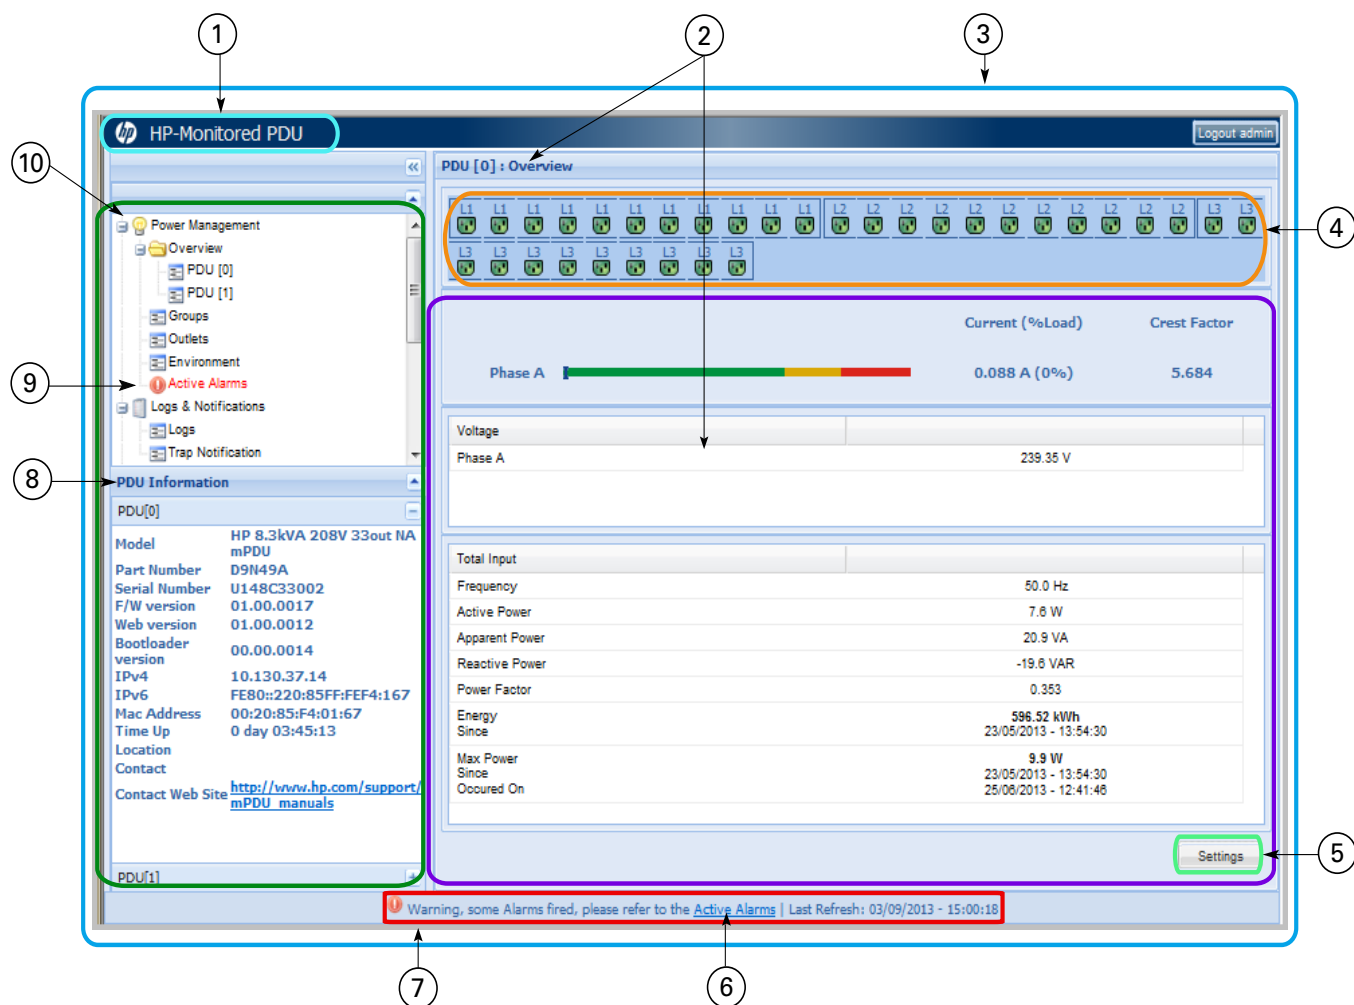

図 47. ウェブインターフェースのナビゲート方法（PDU 概要オープニングページ）
- 接続がない場合は、**No device chained** というエラーメッセージが表示されます（図 47 参照）。デージーチェーン設定オプション画面に進み、ホストを正しく認識するように値を再設定します。修正したら、再び検出オプションを選択します。
グラフィックウェブインターフェースは遠隔で PDU を監視し、設定するのに使用します（図 47 を参照）。このセクションでは、このインターフェースで利用できる機能について解説しています。